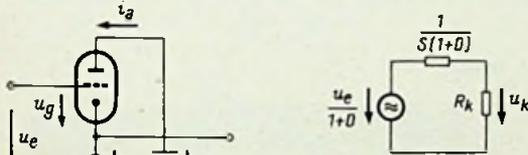

Bild 2. Ersatzschaltung für den Ausgangskreis
3. Es läßt sich eine weitere Schaltung (Bild 2) angeben, für die Gleichung (6) gilt. Bild 2 ist also ein Ersatzschaltbild, das den Katodenverstärker bezüglich seines Ausganges beschreibt.
4. Der an den Ausgangsklemmen des Katodenverstärkers gemessene Innenwiderstand beträgt gemäß Bild 2:
Der Gitterableitwiderstand ist in der Regel um mindestens zwei Größenordnungen größer als die Parallelschaltung der Widerstände R_2 und $R_1 + 1/S$ (Innenwiderstand der Quelle u_k' , vgl. Bild 2), so daß sich mit hinreichender Genauigkeit für den Eingangsstrom i_g